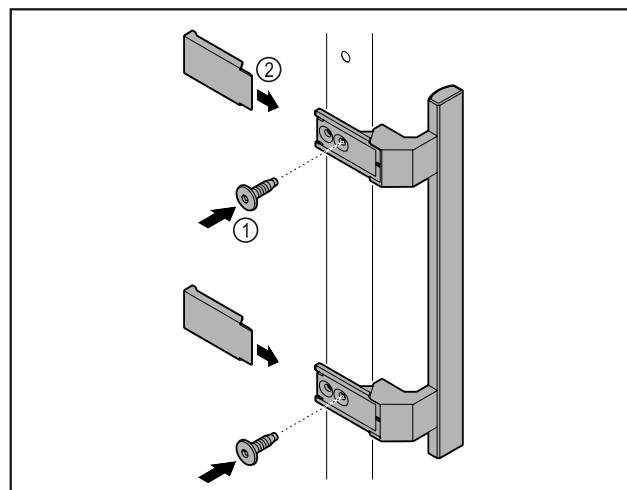

Fig. 7
- Rokturi no atsevišķā piederumu iepakojuma ar klāt pievienoto skrūvju Fig. 7 (1) palīdzību piestipriniet pie durvīm.
- Uzlieciet pārsegu Fig. 7 (2).